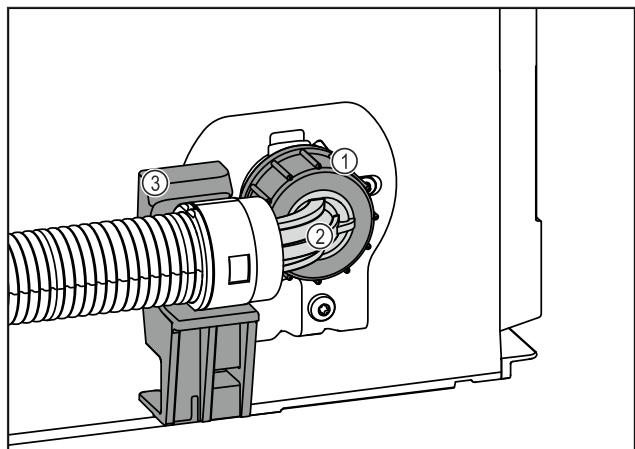

Fig. 19
- Abgewinkeltes Schlauchende Fig. 19 (2) horizontal am Halter Fig. 19 (3) positionieren und festhalten.
- Mutter Fig. 19 (1) mit der Hand auf Gewinde schrauben, bis ein sicherer und fester Sitz erreicht ist.
- Gerades Schlauchende Fig. 19 (4) am Wasserhahn Fig. 19 (5) anschließen.